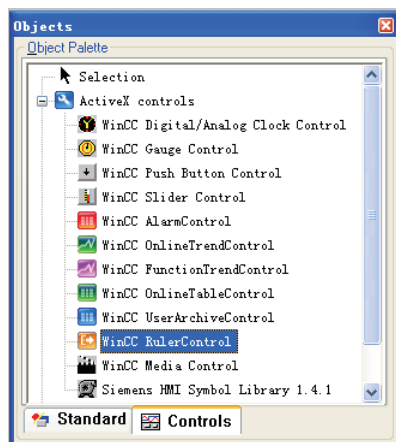
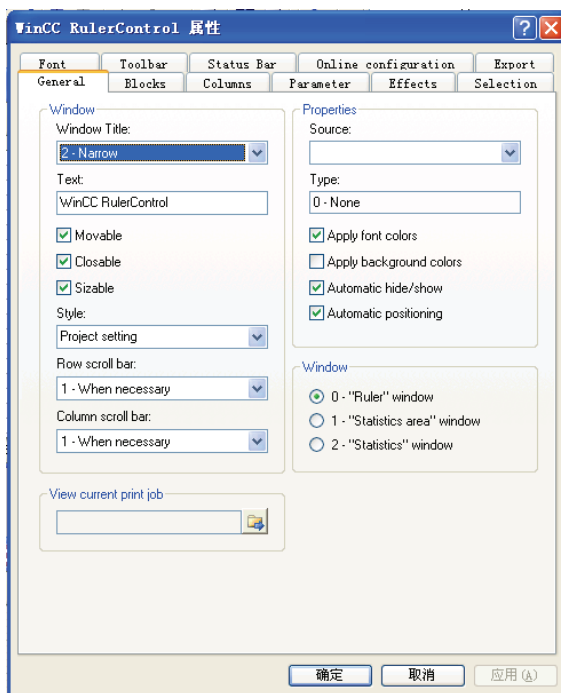

图 7-27 WinCC RulerControl
图 7-28 “WinCC RulerControl 属性” 对话框
1) 在图形编辑器的 “Object Palette” 上, 选择 “ActiveX controls” 选项卡上的 WinCC Ruler Control, 如图 7-27 所示, 将其拖入到画面编辑区至满意尺寸后释放, 此时, “WinCC RulerControl 属性” 对话框自动打开, 如图 7-28 所示, 关闭属性对话框后也可通过鼠标右键单击选择 “Configuration Dialog...” 来打开。